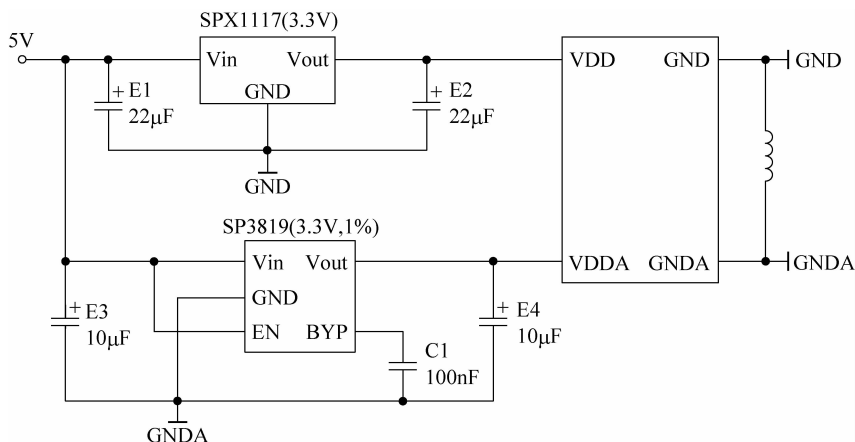

图 5-6 ADC 模拟电源与数字电源分离
- 模拟电源与数字电源分离。Stellaris 系列芯片都提供有数字电源 VDD/GND 和模拟电源 VDDA/GNDA, 在设计时建议采用两路不同的 3.3V 电源稳压器分别进行供电。如果为了节省成本, 也可以采用单路 3.3V 电源, 但 VDDA/GNDA 要通过电感从 VDD/GND 分离出来。一般 GND 和 GNDA 最终还是要连接在一起的, 建议用一个绕线电感连接并且接点尽可能靠近芯片 (电感最好放在 PCB 背面), 如图 5-6 所示。